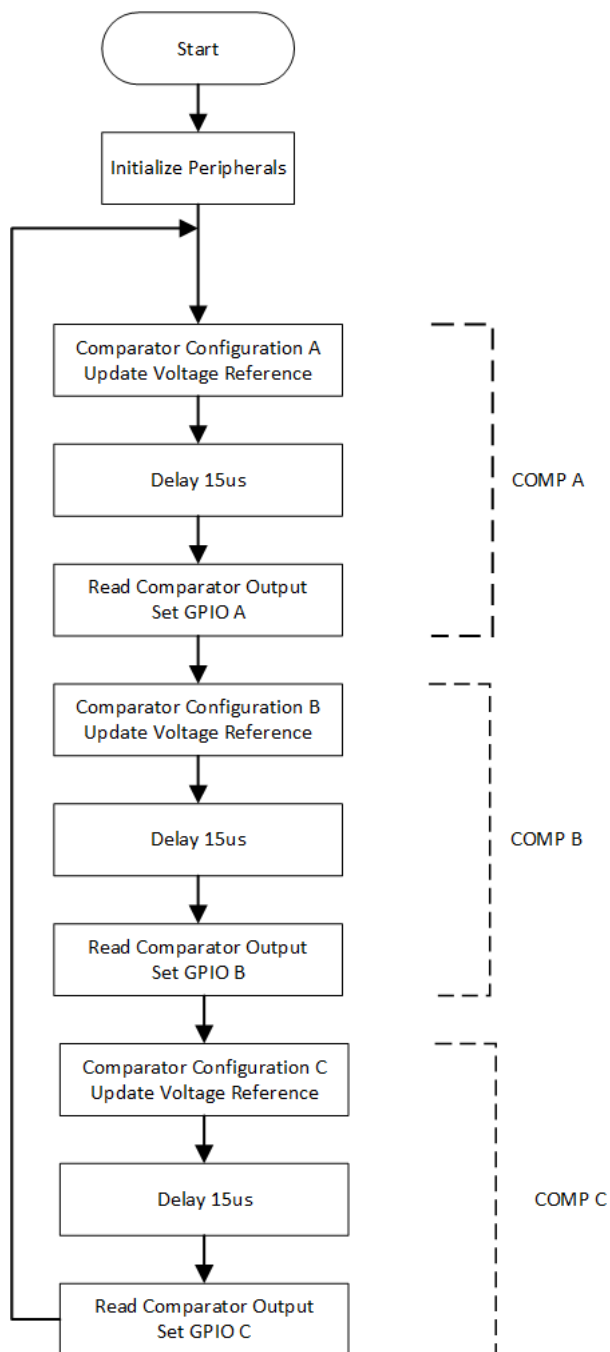

图 26. 应用软件流程图
5. 编写应用程序代码以调用每个配置设置、稳定时间延迟并将结果分配给相应的 IO 引脚。有关软件概览，请参阅图 26。